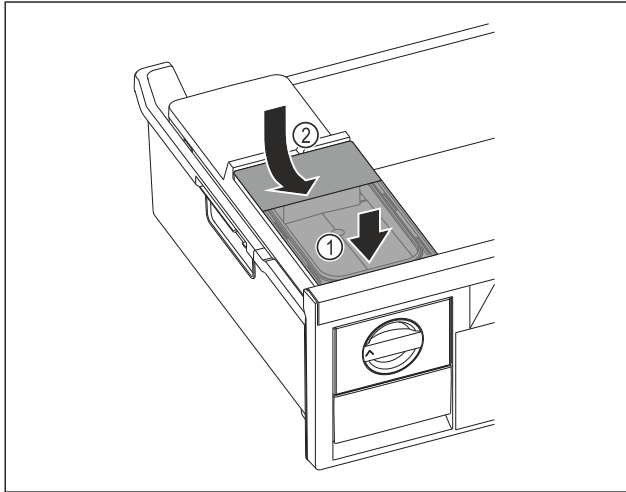

Fig. 82
- ▶ Colocar el depósito de agua por delante. Fig. 82 (1)
- ▶ Bajar el depósito de agua por detrás. Fig. 82 (2)